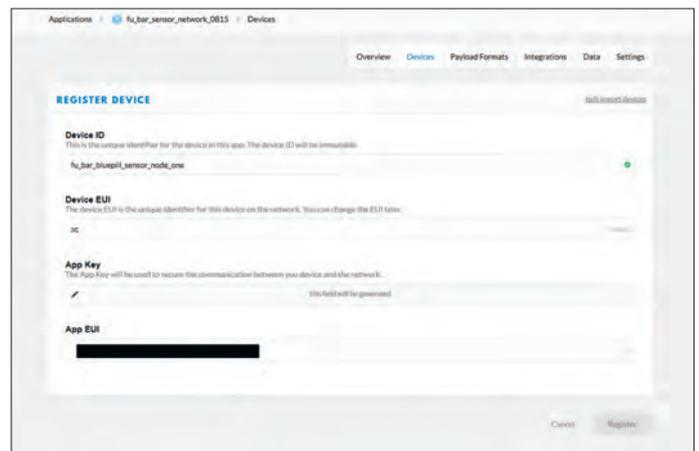

Bild 10. Hier werden die Daten des neuen Nodes angegeben.
*APPLICATIONS* und dann den Punkt *add application* an (**Bild 7**). Das Fenster wird wie in **Bild 8** ausgefüllt, danach wird der Vorgang mit *Add application* abgeschlossen. In dieser frisch erstellten Applikation ist noch kein Node angemeldet. Dies wird nachgeholt, indem man im sich öffnenden Fenster (**Bild 9**) den Punkt *register devices* anklickt. In dem Dialog, der sich nun öffnet (**Bild 10**), trägt man den Namen des Nodes ein und klickt unter *Device EUI* links auf das gekreuzte Pfeilsymbol, so dass der Text „*this field will be generated*“ erscheint.